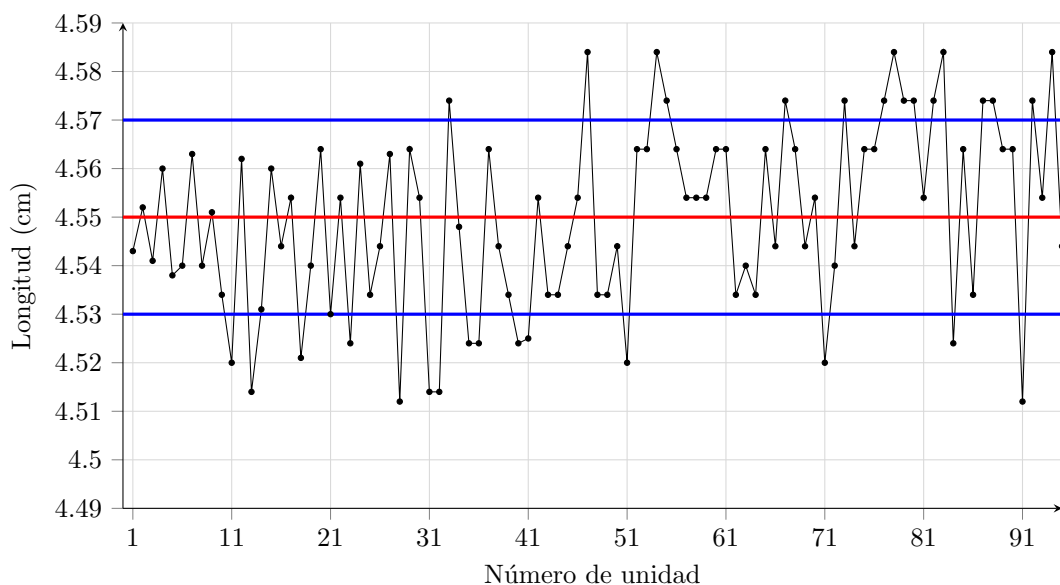

Figura 5.7: Gráfico de control
- **Gráficos de control:** Determinan si un proceso es estable o posee una variación anormal. Al representar una variable con sus límites de control superior e inferior y su línea media, permiten identificar cuándo un proceso se sale de control estadístico (Figura 5.7). La **regla de los siete** (siete puntos consecutivos por encima o por debajo de la media) es una señal clara para investigar una causa asignable.